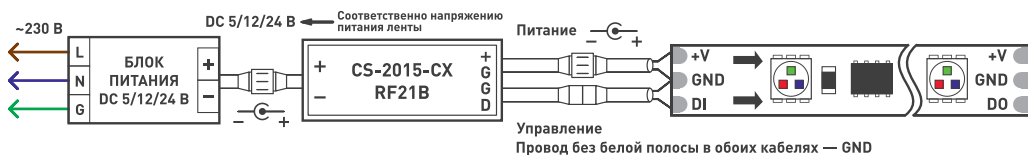
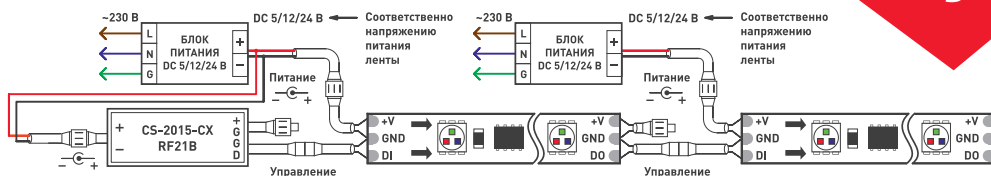

Рисунок 1. Подключение одной SPI-ленты
Рисунок 2. Подключение нескольких лент или лент с током потребления более 2 А
- 3.2. Подключите контроллер в соответствии со схемами (см. рисунок 1 и рисунок 2), в зависимости от варианта использования и от количества и типа подключаемой ленты.
Если потребляемый ток подключаемой светодиодной ленты превышает 2 А, например, ленты с питанием 5 В, подавайте питание на ленту непосредственно с выхода источника питания (см. рисунок 2). Напряжение на выходах блоков питания должно соответствовать рабочим напряжениям контроллера и лент.